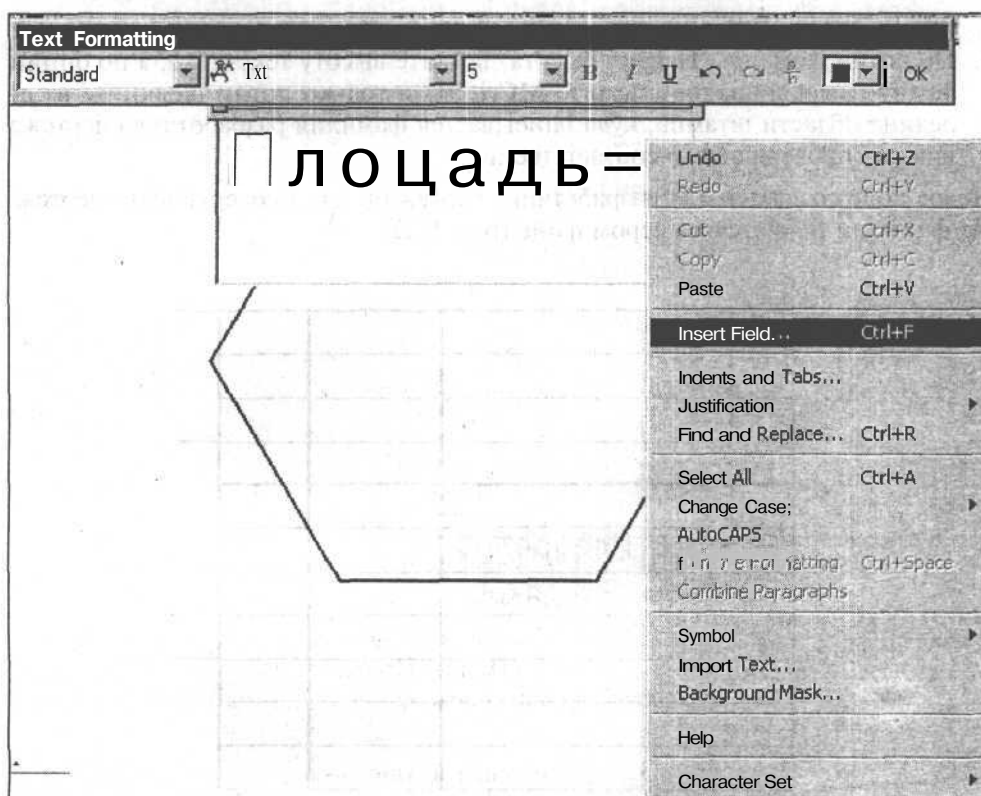

Рис. 9.23. Контекстное меню в окне редактора многострочного текста
3. В окне редактора многострочного текста введите текст **ПЛОЩАДЬ=**, а затем вызовите контекстное меню правой кнопкой мыши и выберите из него **Insert Field** (Вставить поле) (рис. 9.23). Появится диалоговое окно **Field** (Поле).